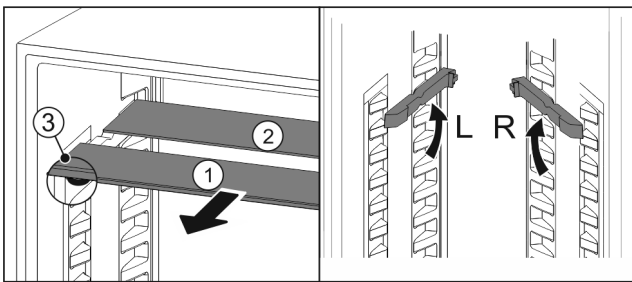

Fig. 94
- ▶ Glasplaten afzonderlijk vanaf de voorkant eruit trekken Fig. 94 (1).
- ▷ Glasplaat Fig. 94 (1) met sierlijst ligt voor.
- ▷ Stops Fig. 94 (3) zijn naar onder gericht.